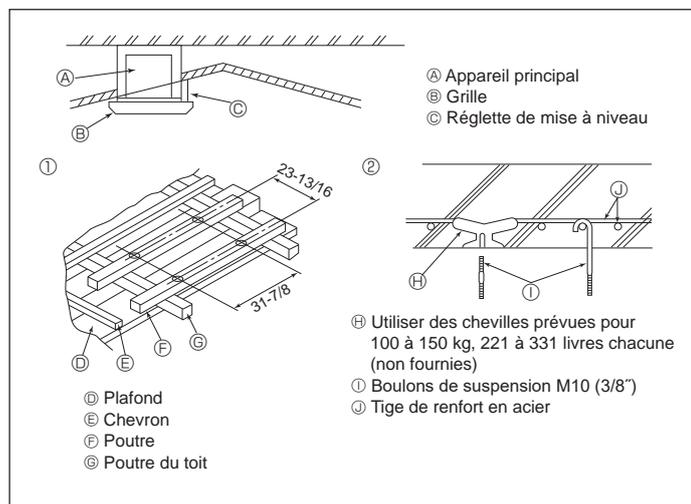

Fig. 2-4
2.4. Structure de suspension (Construire une structure renforcée à l'endroit de suspension de l'appareil) (Fig. 2-4)
- ① Structures en bois
- ② Structures en béton armé